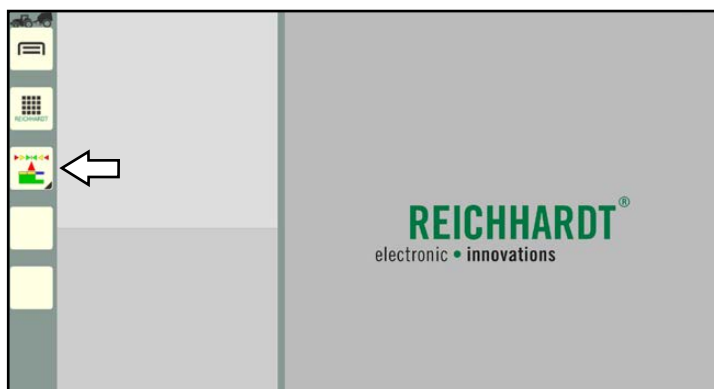

Abb. 64: Schnellwahlkosten für SMART GUIDE in Seitenleiste
4. Lassen Sie los (siehe Abb. 64).